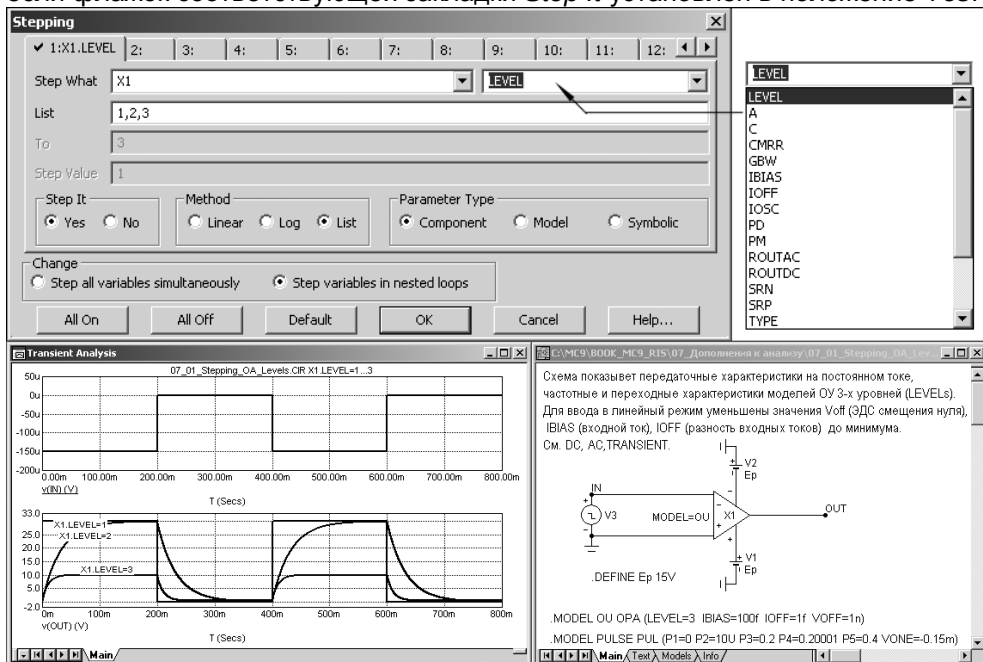
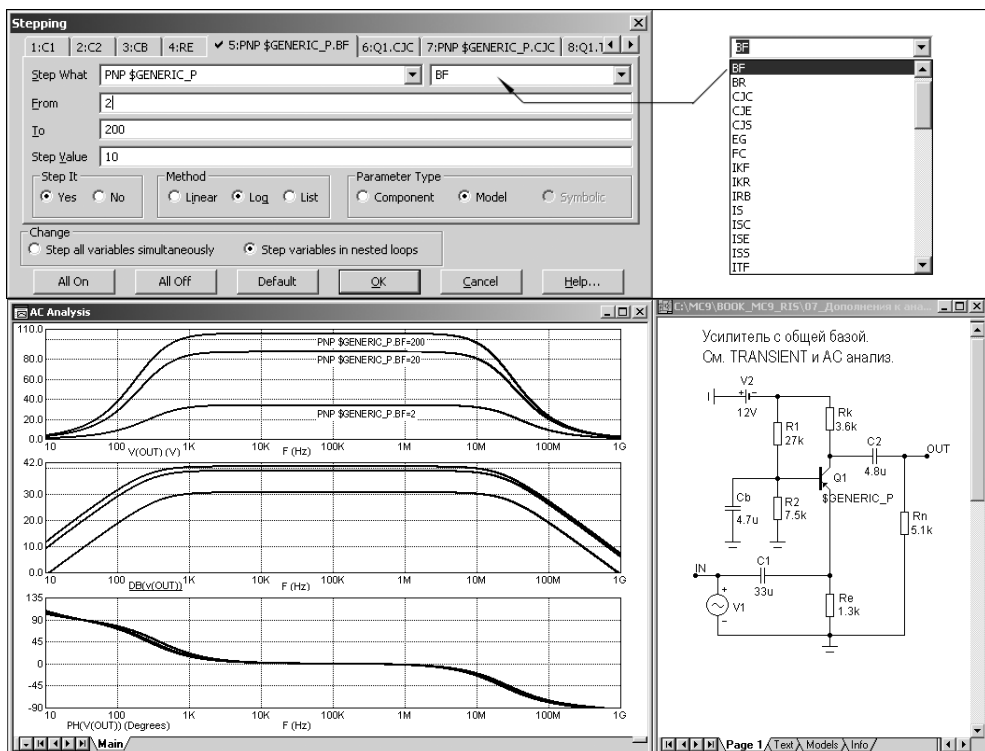

Рис. 7.1 – Варьируемые параметры компонентов схемы
Рис. 7.2 – Варьирование параметров модели транзистора
В меню всех видов анализа имеется закладка, открывающая окно *Stepping* (вызывается также нажатием пиктограммы  или клавиши **F11**), с помощью которого производится вариация от одного до 20 параметров (рис. 7.1, 7.2).
- **Model.** Выбор для вариации параметров моделей (например, емкости коллекторного перехода биполярного транзистора или параметров задержки прохождения сигнала для цифровых схем). Если выбран тип *Model*, то нажатие на кнопку  в левой части панели *Step What* открывает список имен моделей. Для выбранной модели из этого списка нажатием  в правой части панели выбирается имя варьируемого параметра. Например, в первой строке слева можно указать тип модели PNP \$GENERIC_P (р-п-р транзистор с моделью \$GENERIC_P), а справа — имя одного из его параметров, например, BF (рис. 7.2). По этому способу варьировются параметры всех компонентов, имеющих выбранную модель. В приведенном примере могут варьироваться параметры BF всех транзисторов, имеющих модель \$GENERIC_P. Это происходит независимо от установок PRIVATEANALOG и PRIVATEDIGITAL в окне *Global Settings*.
Пример многовариантного анализа переходной характеристики операционного усилителя при изменении уровня модели (параметр LEVEL=1–3) приведен на рис. 7.1. Пример многовариантного расчета частотных характеристик усилительного каскада с общей базой при вариации параметра модели транзистора BF приведен на рис. 7.2. Соответствующие схемные файлы *Opamp_Levels.cir* и *Amp_BJT_CB.cir* можно посмотреть в каталоге *Analysis\Stepping*.
В заключение отметим, что графики, полученные путем многовариантного анализа можно пометить, чтобы знать, какому значению варьированного параметра соответствует каждая кривая. Осуществляется это с помощью команды *SCOPE>Label Branches* (рис. 7.2).